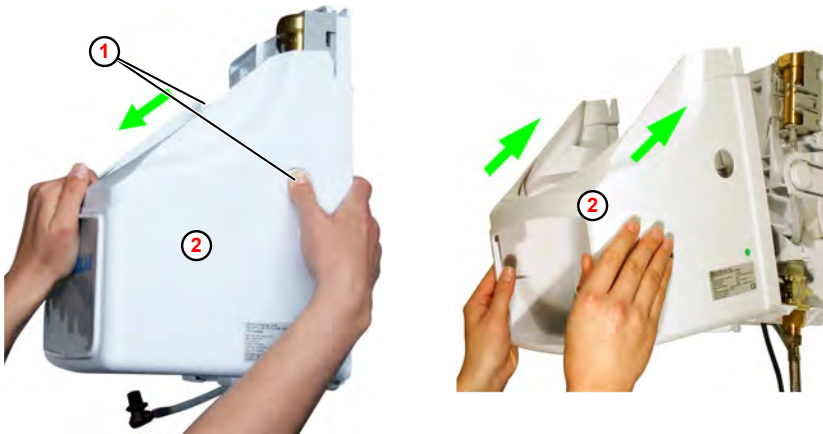

Fig. 18: Smontaggio/montaggio copertura (esempio EcoPlus S)
1. ➤ Premere entrambi i pulsanti (Fig. 18 , ①) dall'alloggiamento (a destra e a sinistra).
2. ➤ Rimuovere l'alloggiamento ② dal davanti.